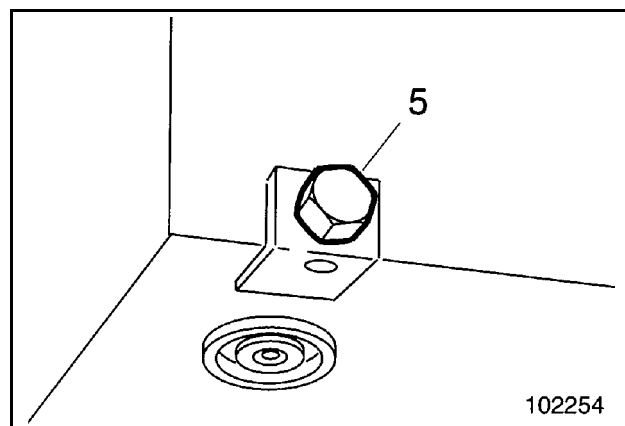

Fig. 3-35:
- Desenroscar los tornillos de purga (5, Fig. 3-35:) del depósito de combustible y purgar el combustible.
- Lavar el depósito con gasoil. Enroscar de nuevo los tornillos de purga (5).